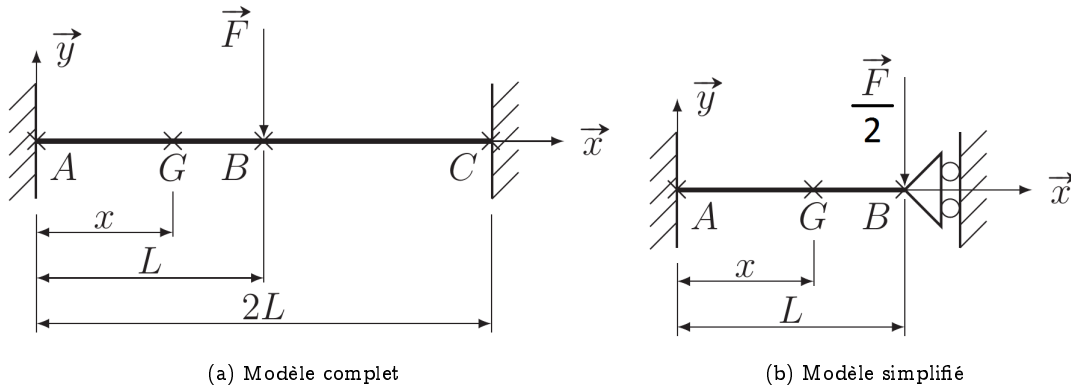

FIGURE 3 – Modèle poutre de la membrane
En première approximation, la membrane peut être modélisée par une poutre de longueur  $2L$  encastree à chacune de ses extrémités soumise à un effort d'intensité  $F$  en son milieu (figure 3(a)).
Pour simplifier le calcul de la déformée de la membrane, on adopte le modèle donné sur la figure 3(b). On supposera que la liaison en  $B$  bloque la translation suivant  $\vec{x}$  et la rotation suivant  $(B, \vec{z})$ .
**Q1.** Justifier pourquoi le modèle de la figure 3(b) est équivalent à celui de la figure 3(a). Justifier l'intérêt de cette simplification en déterminant le degré d'hyperstatisme des deux modèles.